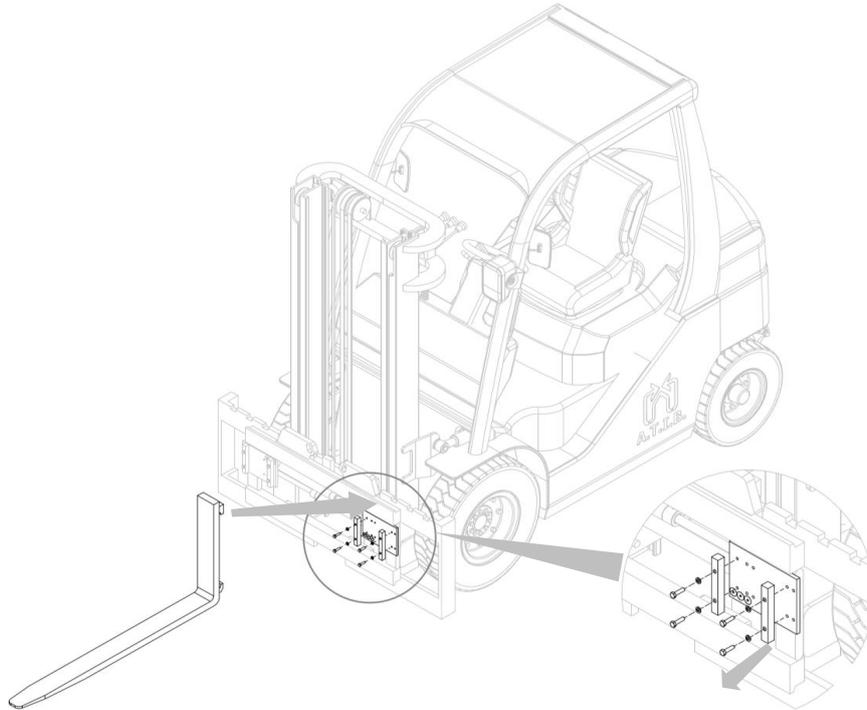

Figure 17
1. Insérer les fourches après avoir dévissé les butées d'arrêt des plaques (voir *Figure 17*; les figures suivantes illustrent seulement l'équipement du type 575 mais la procédure d'installation des fourches est la même pour tous les types).